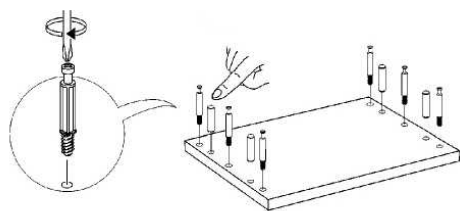

Рис. 3 - Установка шкантов и штоков эксцентриков
2.1 Ввинтите в боковые стенки (3,4), и в перегородку (6) штоки эксцентриков, а также вставьте шканты. (Рис.3).